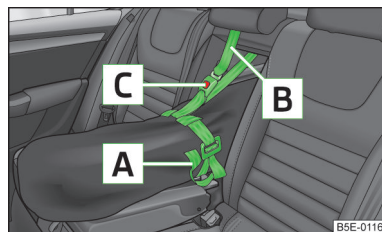

Fig. 77
- Strângeți banda **A** de capătul liber, în jurul schiurilor, în fața legăturilor » fig. 77.
- După încărcarea cu schiuri, sacul de transport trebuie asigurat cu centura de fixare **B** » fig. 77.